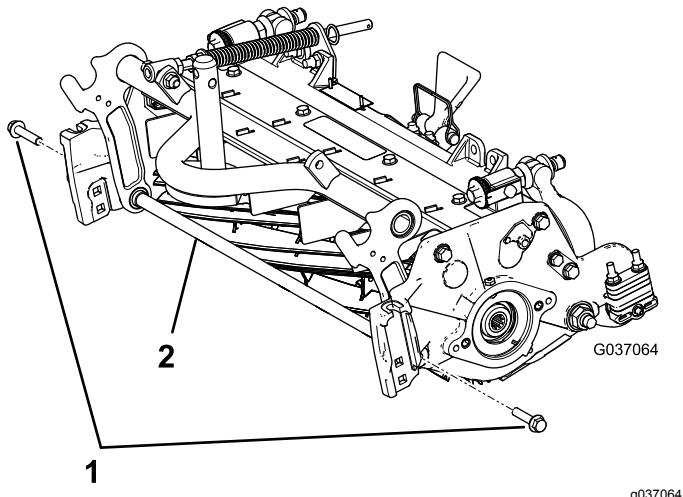

Figura 6
A. Retire os dois parafusos de cabeça flangeada que prendem a barra de suporte e retire a barra (Figura 6).